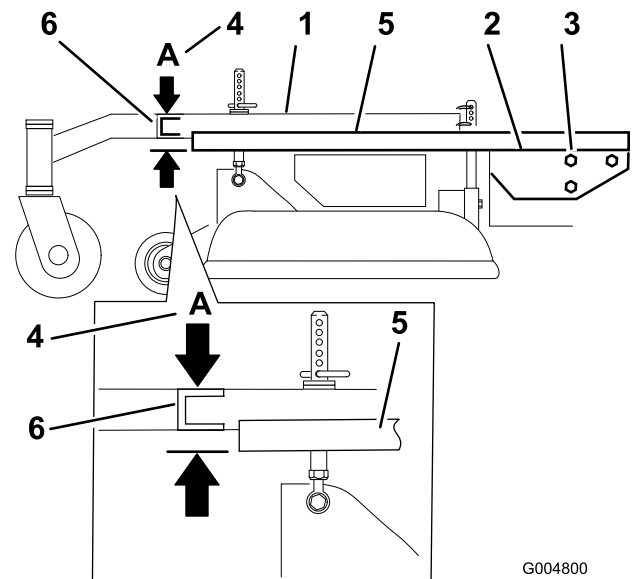

Figure 54
3. Placez une longue planche, ou autre objet similaire parfaitement droit en haut du plancher moteur, comme illustré à la Figure 54.
4. Au niveau du tube transversal du bâti porteur, mesurez la hauteur au point A (Figure 54). Elle doit être égale à  $33 \text{ mm} \pm 6 \text{ mm}$ .
6. Desserrez les boulons de montage du bâti porteur de chaque côté de la machine (Figure 54).
7. Alignez le bâti porteur et le plancher moteur à la même hauteur qu'au point A, c.-à-d.  $33 \text{ mm} \pm 6 \text{ mm}$  (Figure 54).